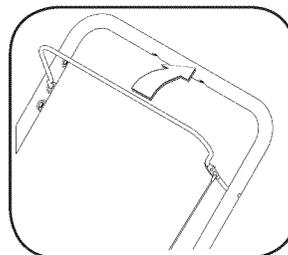

Figure 6
- Pressez la manette de commande contre le guidon supérieur pour enclencher les tarières. Voir la Figure 6.
1. Pour vérifier le réglage, placez la souffleuse sur une surface plate. La plaque doit être réglée de manière que les roues, la plaque et la tarière touchent le sol simultanément lors de l'utilisation de la souffleuse. Voir la Figure 6. Si la neige souffle en dessous du logement de la souffleuse la plaque peut être réglée trop haut. Si la plaque présente des signes d'usure excessive, ou la souffleuse n'auto-propulsera pas, la plaque peut être ajustée trop bas